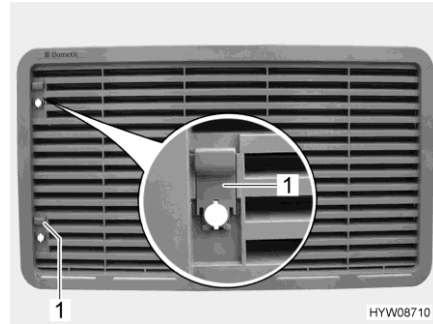

Fig. 195 Rejilla de ventilación del frigorífico
- Empujar la corredera (Fig. 195,1) hacia arriba.